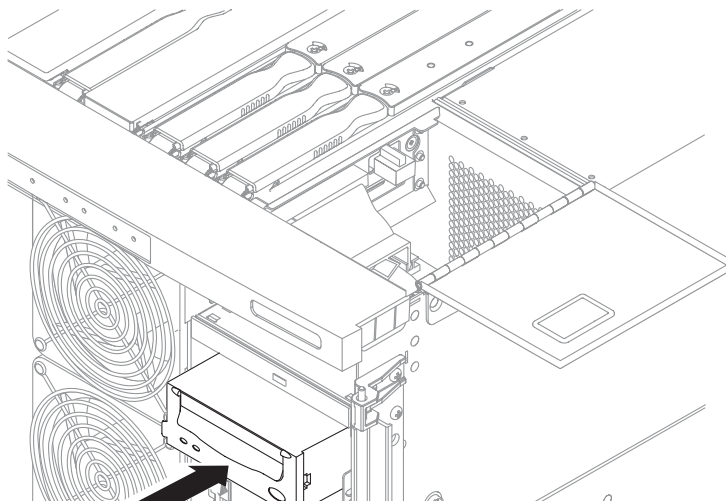

図 5-15 テープドライブのシステムへの挿入
7. 新しいドライブを取り付けます。左側にある金属製のラッチがかみ合うまで、ドライブをシステムに挿入します (図 5-15)。